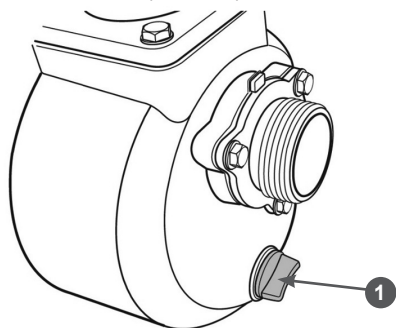

Рис. 23. Расположение пробки отверстия для слива воды из корпуса насоса
7. Открутите сливную пробку 1 и слейте воду из корпуса насоса. Пробка отверстия для слива воды из корпуса насоса находится в нижней части насоса под впускным (всасывающим) фланцем (Рис. 23).